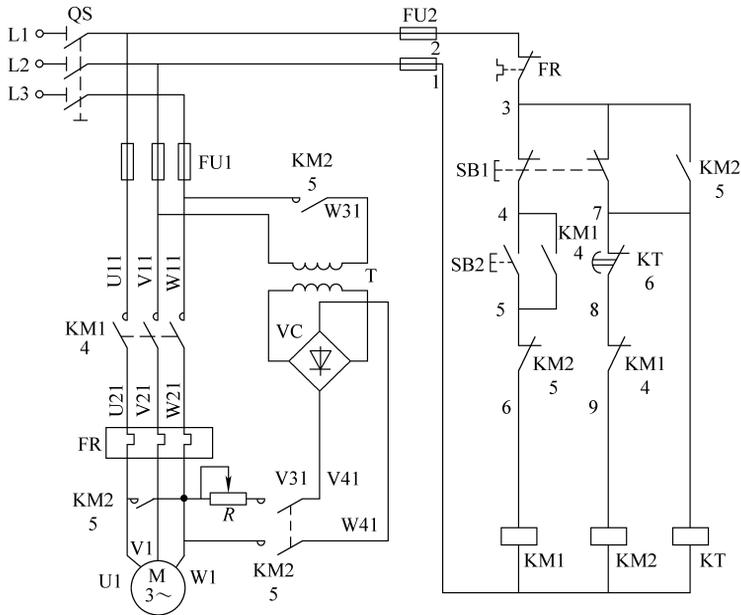

图 3-13
1. 识读三相笼型电动机全波整流能耗制动控制电路（见图 3-13）。